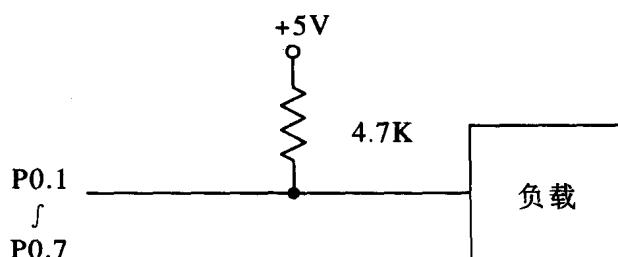

图 0-2
- ※ P0 需要外部提升电路（电阻），当输入引脚使用时，可驱动 8 个 LS TTL 阀。如图 0-2。